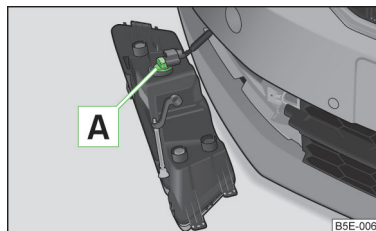

Fig. 217
- Faites tourner la douille de l'ampoule **[A]** » fig. 217 **en sens antihoraire** et la faire sortir.